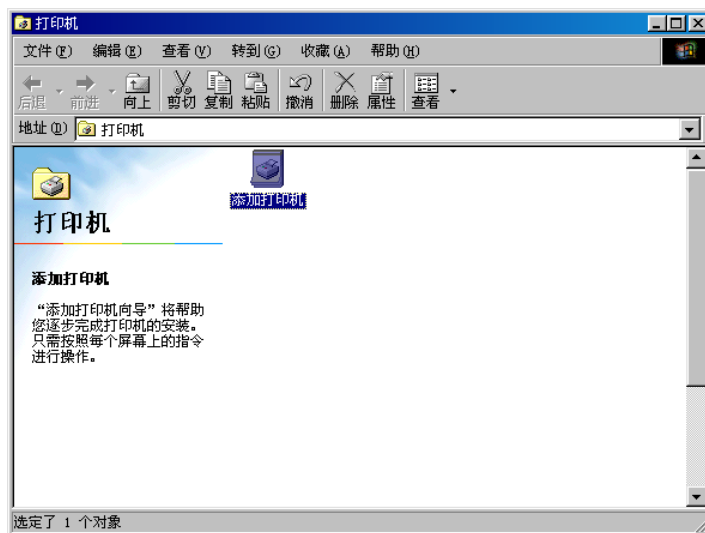

图 3-25
- 从“文件管理器”、“我的电脑”或“资源管理器”，进入“控制面板”，单击“打印机”，选择“添加打印机”，如图 3-25 所示。